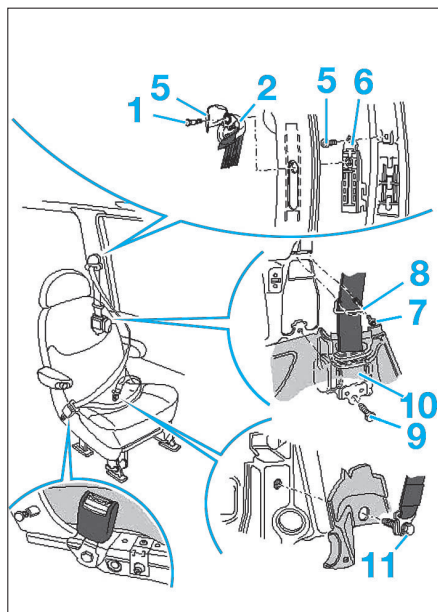

Fig. 16
- Dévisser la vis de fixation (5) du dispositif de réglage en haute de ceinture de sécurité (6) (Fig.16).
- Dévisser la vis de fixation (7) du renvoi de ceinture (8) et le déposer.
- Dévisser la vis de fixation (9) de l'enrouleur automatique de ceinture (10).
- Dévisser la vis de fixation inférieure (11) de la ceinture de sécurité.
- Déposer l'enrouleur automatique de ceinture (10).